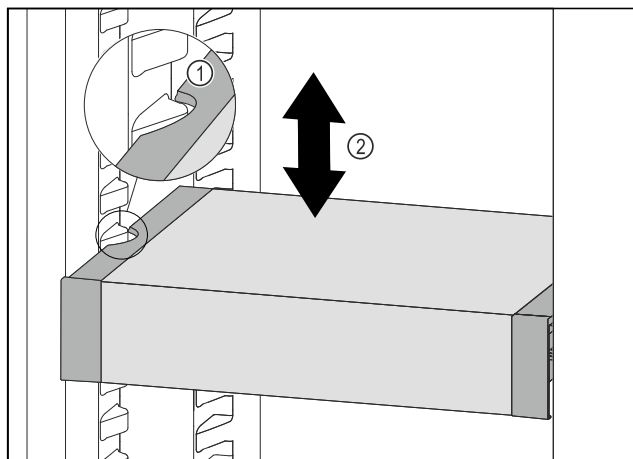

Fig. 113
- Táhněte VarioSafe dopředu, dokud nebudou boční vybrání VarioSafe na úrovni žebrovaní na nádoby v chladničce. Fig. 113 (1)
- Posouvejte VarioSafe v chladničce nahoru nebo dolů, dokud nedosáhnete požadované výšky. Fig. 113 (2)